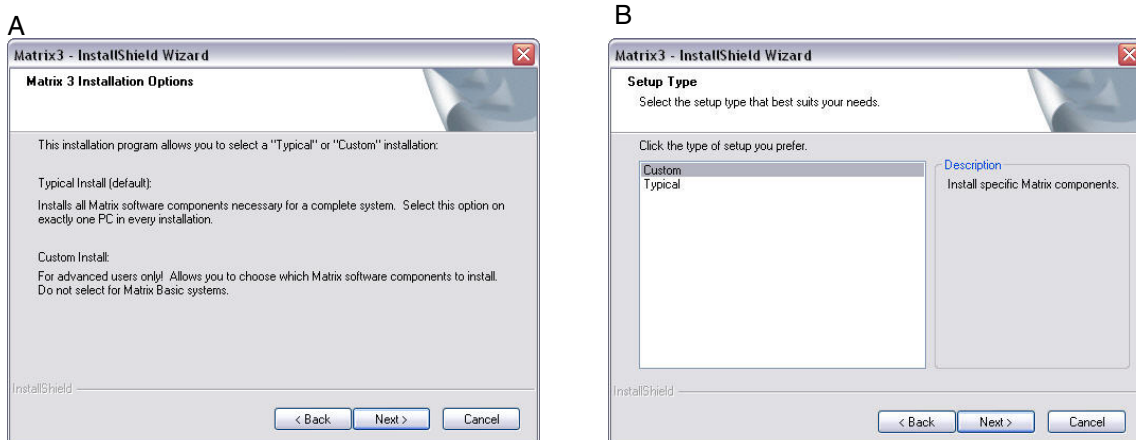

FIG. 14
5. Après avoir cliqué sur NEXT pour accepter le contrat de licence, l'écran Options d'installation (Installation Options) (A) illustré à la FIG. 14 s'affiche. Cet écran décrit les deux options d'installation disponibles pour sélection.
Après avoir cliqué sur NEXT, l'écran Type de Configuration (Setup Type), FIG. 14 (B), s'affiche. Cet écran est utilisé pour sélectionner le type d'installation que vous ferez.